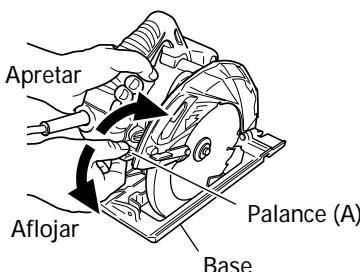
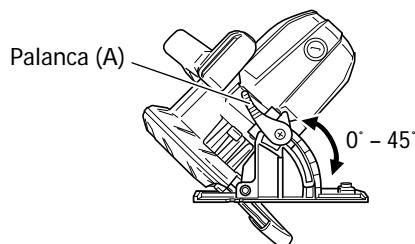

Fig. 3
Fig. 4
- Verifique que la palanca (A) se encuentre apretada. La flojedad de la palanca (A) para ajustar la profundidad de corte (Fig. 3) y de la palanca (A) para ajustar el ángulo de inclinación (Fig. 4) puede producir lesiones. Asegúrese de que se encuentren firmemente apretadas.
1. Ajuste de la profundidad de corte (Fig. 3)
Tal como se muestra en la Fig. 4, aflojando la palanca (A) de la escala de bisel, es posible inclinar la cuchilla de la sierra hasta un ángulo de 45° con respecto a la base.